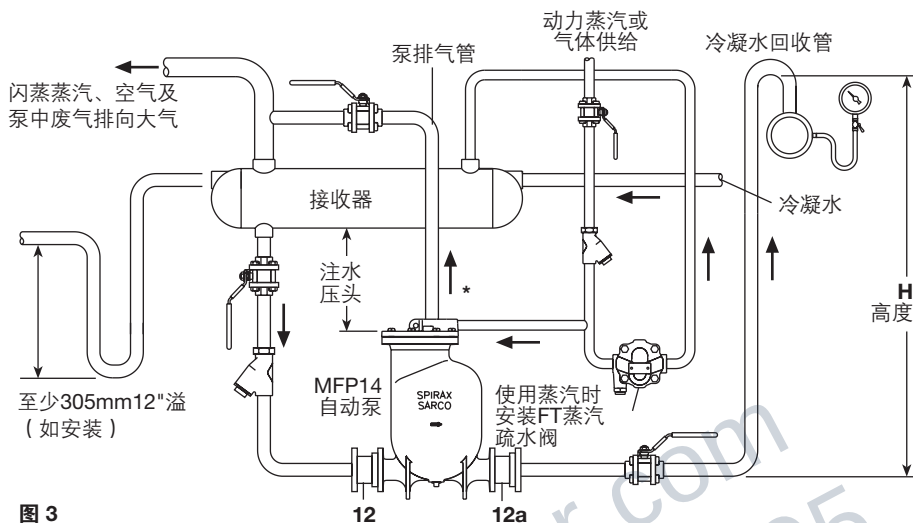

图 3
- 1、泵安装于需排水设备的下方,并保持排气口垂直向上。安装时泵应保证所有建议的注水压头（泵顶部至蓄水槽底部间的垂直距离）。见图3。如注水压头变化,则需参考泵的容量表。
- 2、为防止在泵排水时设备溢水,在泵的上方应水平的安装一个通向大气的储水罐或储水管。见图3。参考表1和表2选择正确的储水罐尺寸。所有进口管必须为全通口径。
在注水压头上方,必须有足够的储水空间来接受冷凝水。储水罐可以是一根粗大的管子或水槽。通常应按图3安装溢流管并引至合适的排水沟。溢流管紧靠储水罐后,并且至少305mm的U型水封。